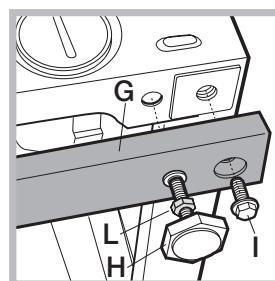

Fig. 11
A altura da máquina pode ser regulada (desde 815 mm. até 835 mm.) mediante os 4 pés. Se desejar levá-la a uma altura superior à acima indicada, para chegar até a 870 mm., será necessário utilizar os seguintes acessórios: as 2 travessas (G); os 4 pés (H); os 4 parafusos (I); as 4 porcas (L), portanto realize as seguintes operações (fig. 11):